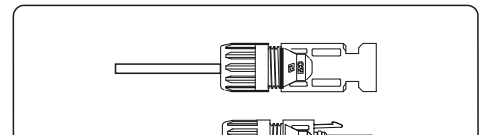

Figure 5.16 Connecteur avec écrou borgne vissé
4. Insérez le connecteur métallique dans le haut du connecteur et serrez l'écrou avec un couple de 2,5 à 3 Nm (voir la figure 5.16).